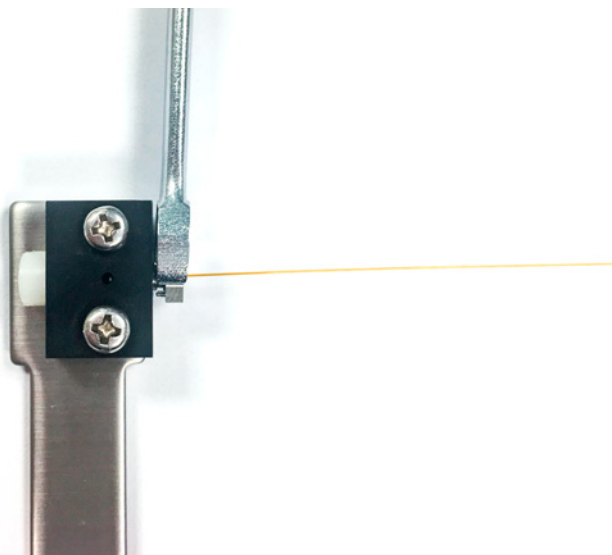

Abbildung 9. Anziehen der Innenmutter
- c** Überprüfen Sie, ob die Ferrule die Säule greift. Wenn ja, hören Sie auf. Wenn nicht, ziehen Sie die Innenmutter in kleinen 5- bis 15-Grad-Schritten weiter fest. Überprüfen Sie nach jedem der Schritte, ob die Ferrule die Säule greift. Hören Sie sofort auf, wenn sie greift. Siehe **Abbildung 9**.